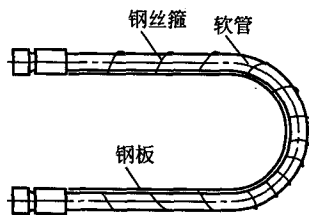

图 1-4 安装隔热板
⑤ 由于软管在高温下工作时寿命短,所以尽可能使软管安装在远离热源的地方,不得已时要装隔热板或隔热套,如图1-4所示。
⑥ 软管过长或承受急剧振动的情况下宜用夹子夹牢,但在高压下使用的软管应尽量少用夹子,因软管受压变形,在夹子处会产生摩擦能量损失。
⑦ 软管要以最短距离或沿设备的轮廓安装,并尽可能平行排列。
⑧ 必须保证软管、接头与所处的环境条件相容,环境包括:紫外线辐射、阳光、热、臭氧、潮湿、水、盐水、化学物质、空气污染物等可能导致软管性能降低或引起早期失效的因素。